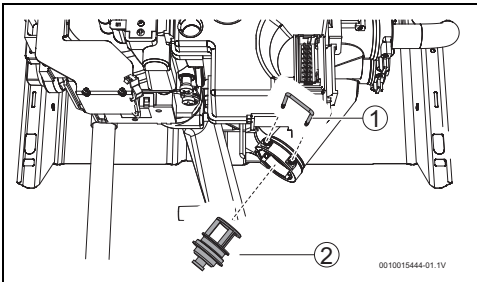

Fig. 10 Purga
- ▶ Purgar o aparelho (→ Fig. 10).